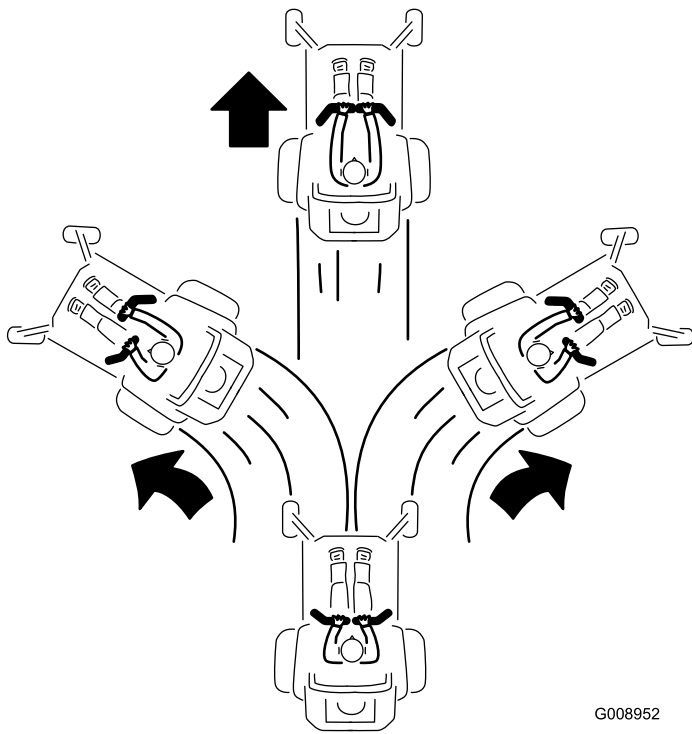

Рисунок 23
3. Щоб рухатись вперед, повільно натискайте на важелі керування рухом вперед (Рисунок 23).